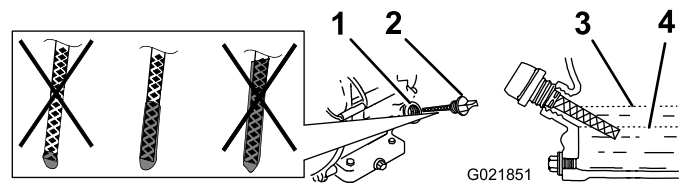

Figure 10
6. Insérez la jauge au fond de l'orifice de remplissage, mais **ne la vissez pas** (Figure 10).
7. Ressortez la jauge et examinez son extrémité. Si le niveau est bas, versez lentement juste assez d'huile dans l'orifice de remplissage pour amener le niveau au repère maximum (Full) sur la jauge (Figure 10).
4. Nettoyez la surface autour de la jauge d'huile (Figure 10) pour éviter que des impuretés ne s'introduisent dans le goulot de remplissage, ce qui risquerait d'endommager le moteur.